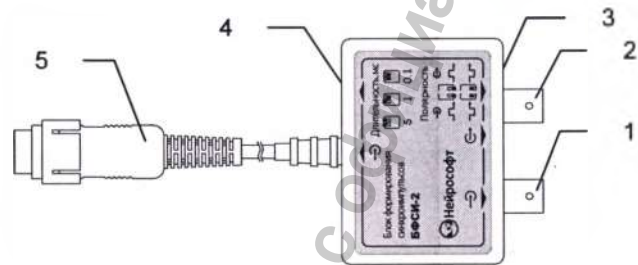

Рис. 1
1. Для подключения к «Нейро-МС/Д» (рис. 1).
- «Нейро-МС/Д» (рис. 1).